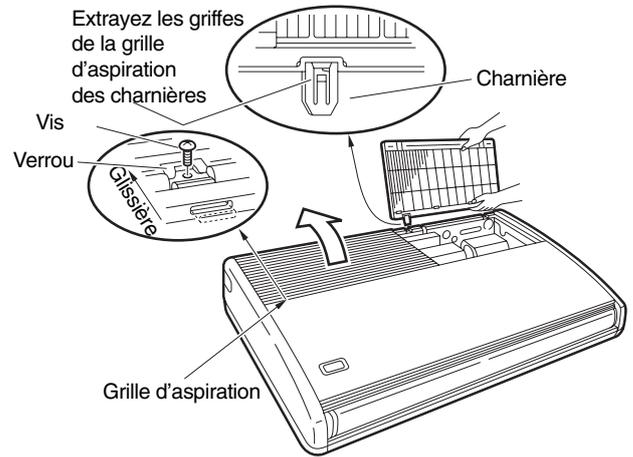
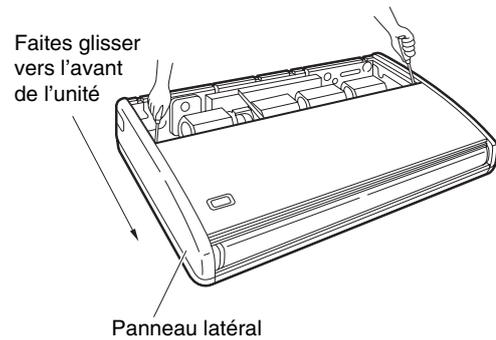

Fig. 3-72a
Fig. 3-72b
(5) Avant de suspendre l'unité intérieure, retirez les vis sur le verrou des grilles d'aspiration, ouvrez les grilles et retirez-les en appuyant sur les griffes des charnières de la manière illustrée à la figure 3-72a. Déposez ensuite les deux panneaux latéraux en les faisant glisser vers l'avant le long de l'unité après avoir retiré les 2 vis de fixation. (Fig. 3-72b)